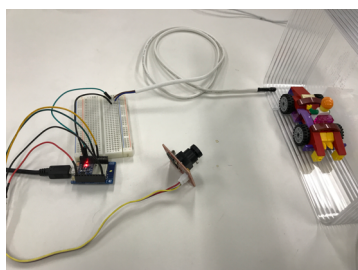

図 1 センサ・カメラを接続した基板
1. カメラやセンサを接続した基板を水槽などに設置 (図 1)